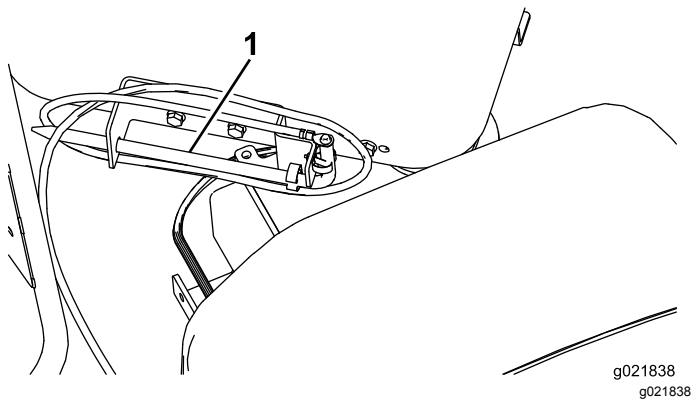

**Bild 43**
- 1. Nehmen Sie den Erdungsstab aus der Halterung an der Seite der Bedienerplattform (Bild 43).